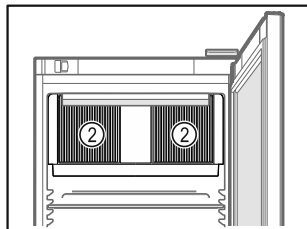

Fig. 39
- Не закрывайте вентиляционную щель Fig. 39 (2) вентилятора циркуляционного воздуха во внутренней камере.